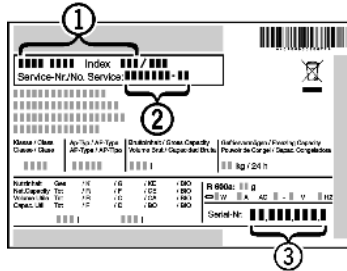

Fig. 13
- ▶ Cihazın adını Fig. 13 (1), servis numarasını Fig. 13 (2) ve seri numarasını Fig. 13 (3) model plakasından okuyun. Model plakası, cihazın iç kısmında, solda bulunur.
- ▶ Müşteri hizmetlerini haberdar edin ve hatayı, cihazın adını Fig. 13 (1), servis numarasını Fig. 13 (2) ve seri numarasını Fig. 13 (3) bildirin.